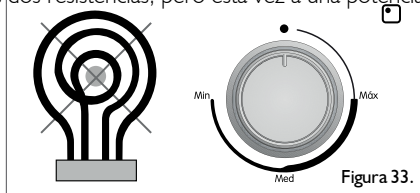

Figura 33.
- Para apagar totalmente la resistencia tubular, la perilla debe quedar en la posición de APAGADO (Ver figura 33).